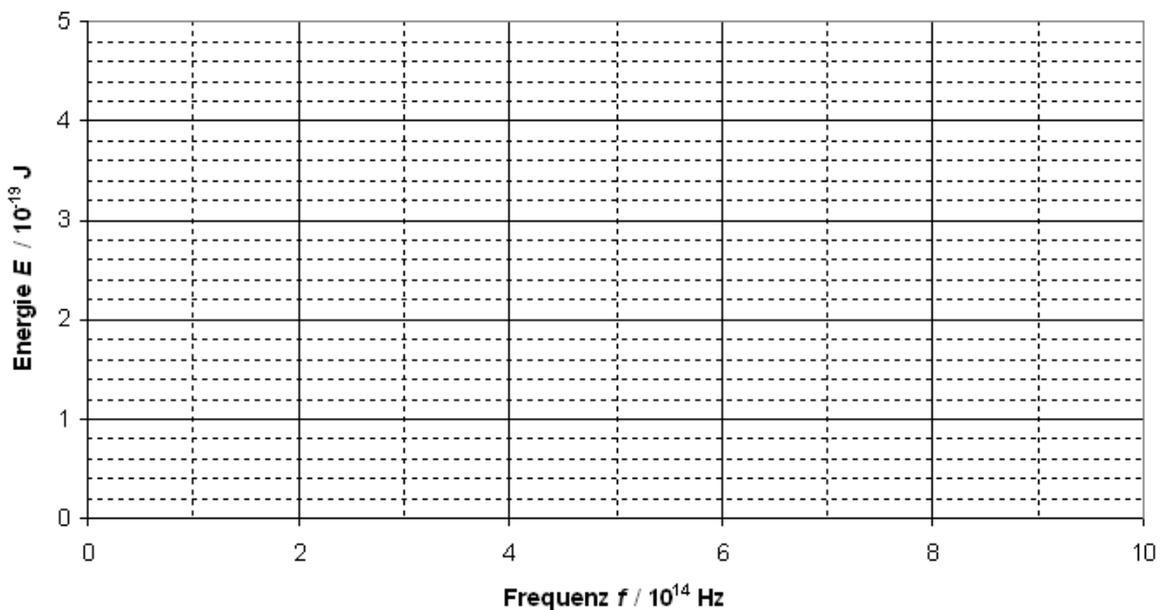

Abb. 3: Messkurve des Experiments
- Tragen Sie die Energie E in Abhängigkeit von der Frequenz f für beide Varianten in das Koordinatensystem (Abb. 3) ein. (Alternativ erfolgt die Auswertung über ein Tabellenkalkulationsprogramm.)